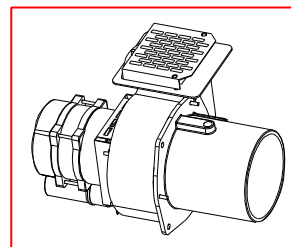

Abb.: 28
**Das Gerät wird generell ohne Abgasstutzen geliefert, (siehe Abbildung 28).**